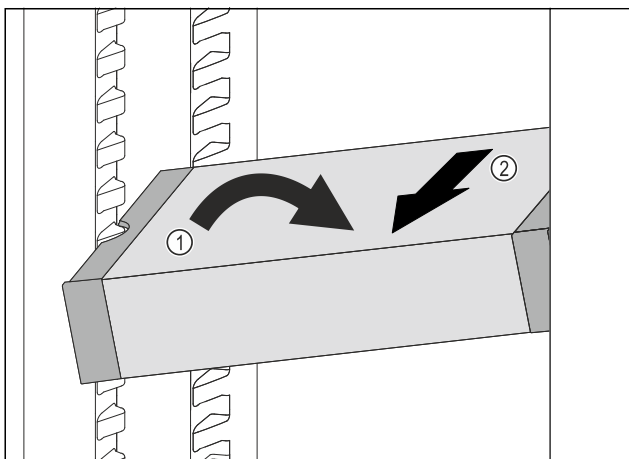

Fig. 97
▶ Встановити VarioSafe під кутом в охолоджувальному відділенні. Fig. 97 (1)
▶ Витягнути VarioSafe вперед. Fig. 97 (2)